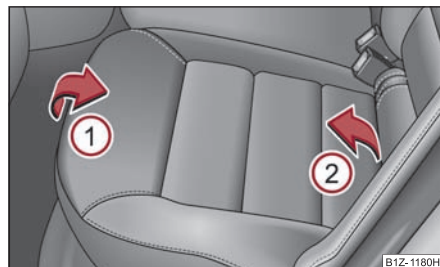

Fig. 80 Abatir hacia delante el banco del asiento
- Levantar el banco de asiento en el sentido de la flecha ① y abatirlo hacia delante en el sentido de la flecha ② ⇒ fig. 80.